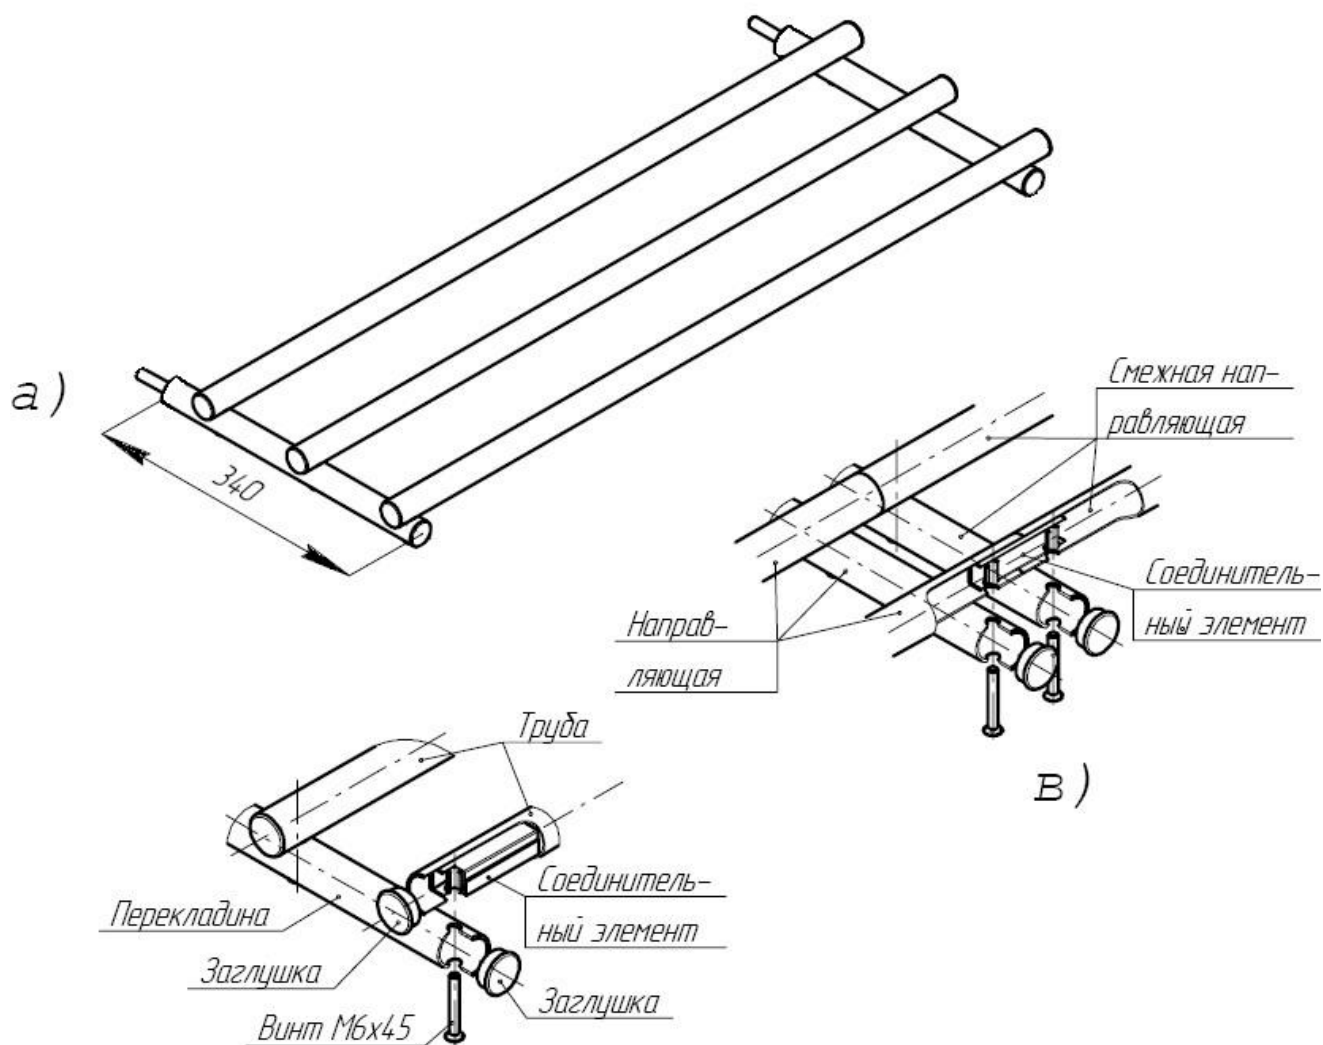

Рис. 5 Направляющая для подносов
линии исключительную устойчивость к случайному смещению и опрокидыванию. На Рис. 5 приведена схема сборки направляющей.
– каждую из труб последовательно приложите к поперечинам так, чтобы их монтажные отверстия совпали и трубы были параллельны столешнице изделия; вставьте снизу винты М6х45 в отверстия поперечин и вверните их в резьбовые отверстия соединительных элементов (Рис. 5). Соединительные элементы нужно предварительно вставить в трубы резьбовыми отверстиями вниз (расположение соединителей внутри труб зависит от наличия/отсутствия смежного изделия из ЛР) после извлечения торцевых заглушек.